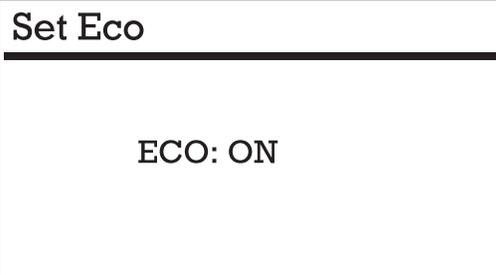

Figure 28
2. À l'aide de la touche de **DÉFILEMENT BAS**, descendre jusqu'à l'option 4 : « **SET ECO** » (configurer Eco). Appuyer de nouveau sur **ENTRÉE** pour accéder au menu « **SET ECO** ». **VOIR FIGURE 28.**